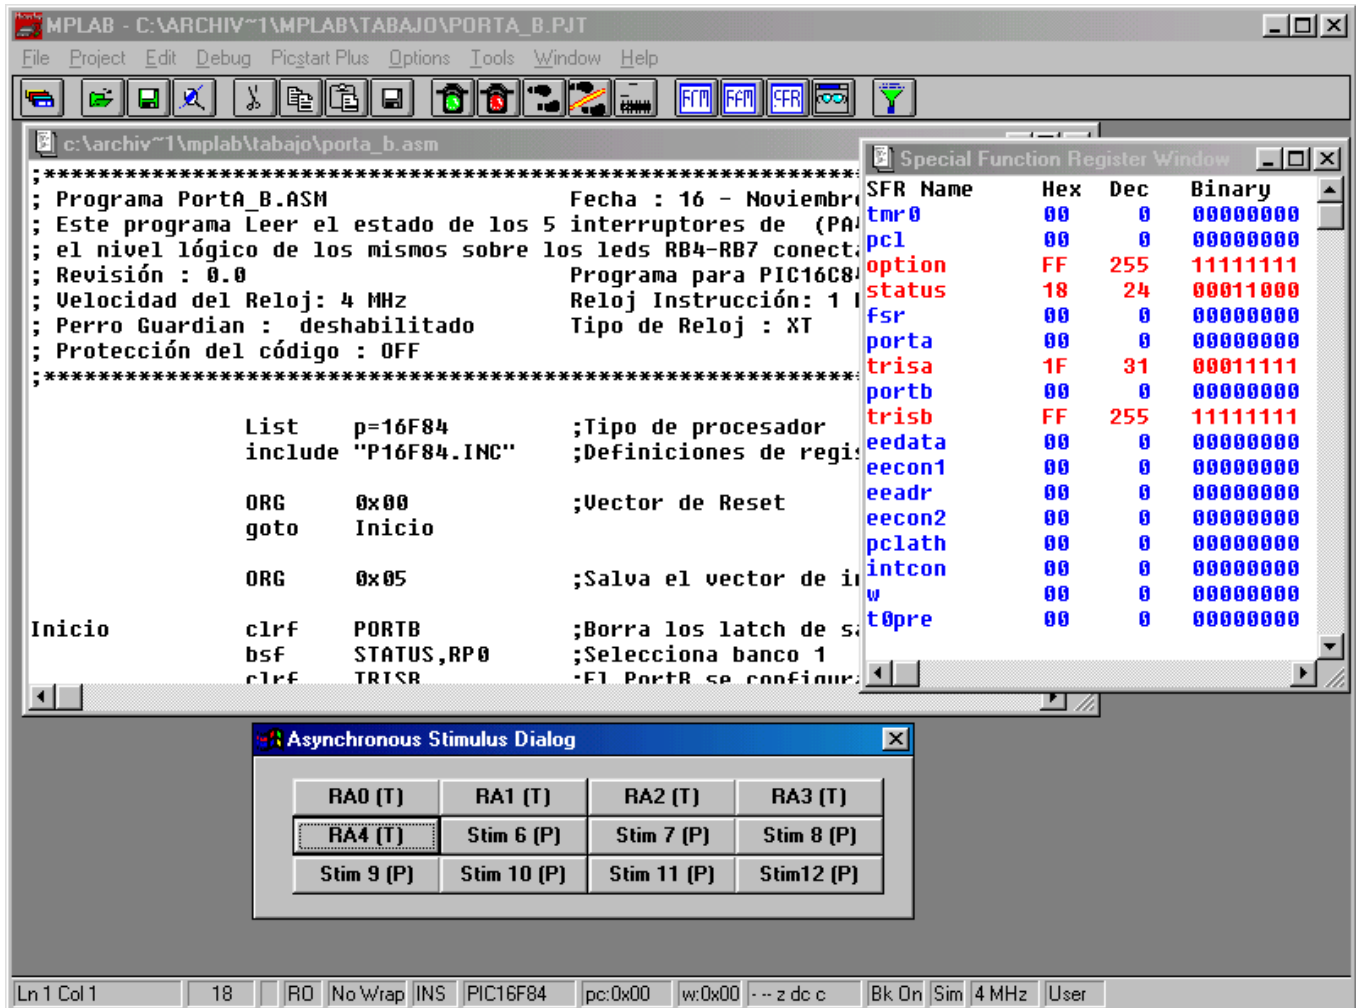

Figura 59.- Pantalla dispuesta para simular el programa "PortA-B.asm"
Seguidamente seleccionamos la opción *Debug>Simulator Stimulus>Asynchronous Stimulus* donde asignaremos los pines RA0 (T), RA1(T),RA2(T), RA3(T) y RA4(T) a los cinco primeros *Stim* y el tipo de señal *Toggle* y habilitamos la ventana de los registros SFR, tal y como se muestra en la Figura 59.